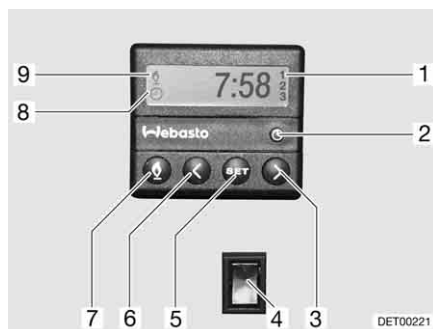

Fig. 109 Centralina di controllo per riscaldamento fisso
- Premere il tasto (Fig. 109,7). Il funzionamento del riscaldamento viene indicato con il simbolo (Fig. 109,9). La ventola viene inserita solo quando la temperatura dell'acqua di raffreddamento è pari a 30 °C.
- Premere il tasto (Fig. 109,7). Il simbolo (Fig. 109,9) si spegne.
- Premere l'interruttore (Fig. 109,4) in basso. Il motore viene preriscaldato. La ventola viene inserita immediatamente.
- Premere l'interruttore (Fig. 109,4) in alto. Il motore rimane freddo.
- Premere il tasto (Fig. 109,2). L'impostazione dell'ora viene indicata con il simbolo (Fig. 109,8).
- Impostare l'ora con i tasti (Fig. 109,3 e 6).
- Premere il tasto (Fig. 109,5).
- Impostare l'orario di accensione con i tasti (Fig. 109,3 e 6) entro 10 secondi.
- Premere il tasto (Fig. 109,5) fino a che nel display (Fig. 109,1) non appare il numero di programmazione desiderato.